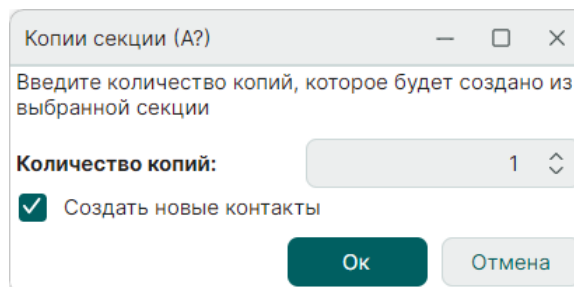

Рис. 210 Создание копий секции
2. В окне «Копии секции» укажите количество копий секции, которое необходимо создать, см. Рис. 210.